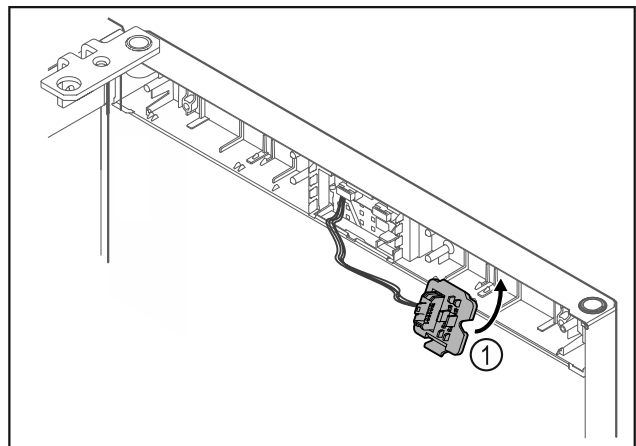

Fig. 22
- ▶ Reteszelve be a dugófoglalatot Fig. 22 (1) az ellenkező oldalon.